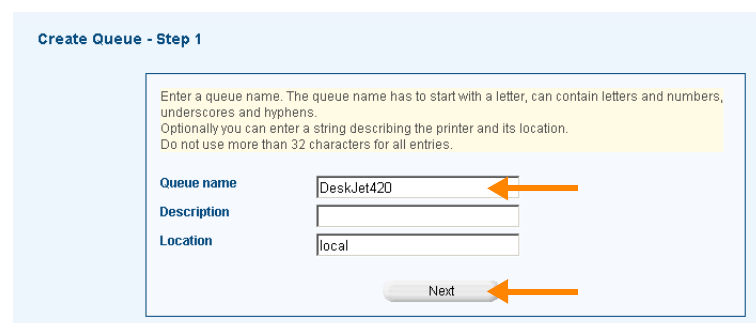

Bild 16 Queue-Namen festlegen und mit NEXT bestätigen
18. Geben Sie einen beliebigen Queue-Namen für den lokalen Drucker an², in unserem Beispiel: **DeskJet420**, und klicken Sie NEXT (Bild 16).